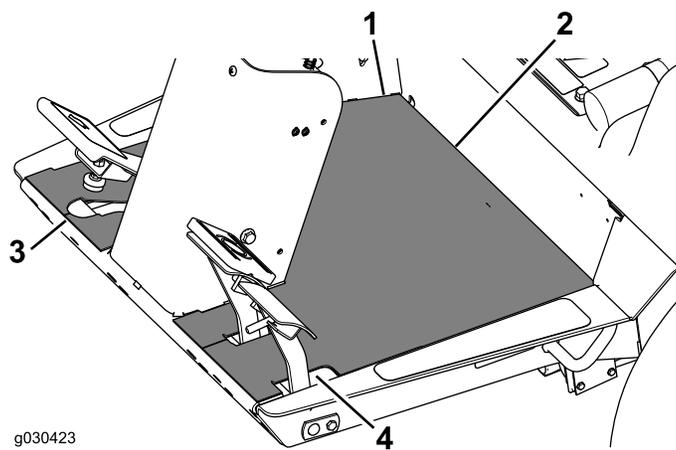

**Figure 25**
- Fixez la goupille à l'aide du boulon (1/4 x 3/4 po) et du contre-écrou (Figure 25).